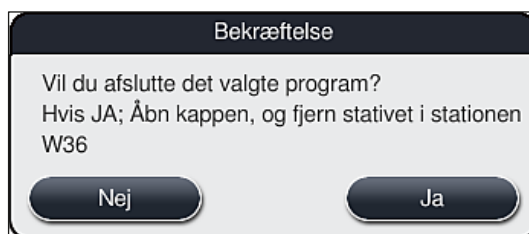

Fig. 91
5. I den følgende informationsmeddelelse (→ "Fig. 91") skal du bekræfte programafbrydelsen med knappen **Ja** eller gå tilbage til proces-statusvisningen med **Nej**.
Du skal altid følge informationen i meddelelsen (→ "Fig. 91").